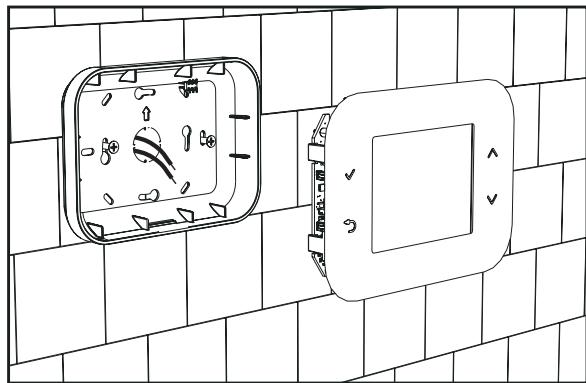

fig. 7
2. Fiksoni panelin e pasmë direkt në mur ose në kuti elektrike me 2 ose 3 module sipas vendeve të posaçme për vida, duke u kujdesur që të kaloni kabllot përmes folesë sic tregohet në fig. 7.